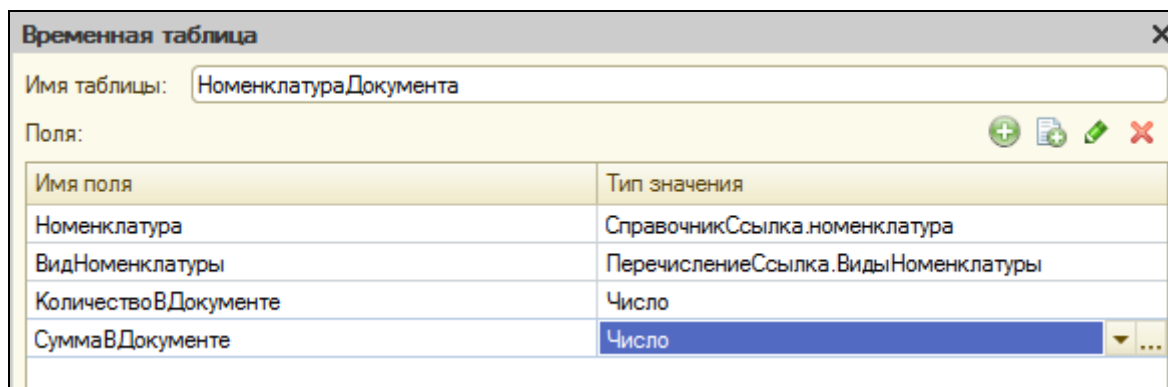

Рисунок 5.9 Создание описания временных таблиц
13. На экране отображается окно временной таблицы, заполнить его по образцу, добавлять в таблицу поля кнопкой **Добавить (+)**. Числовые поля установить с теми же параметрами, что и раньше (длина -10, точность -2) (рис. 5.9.).